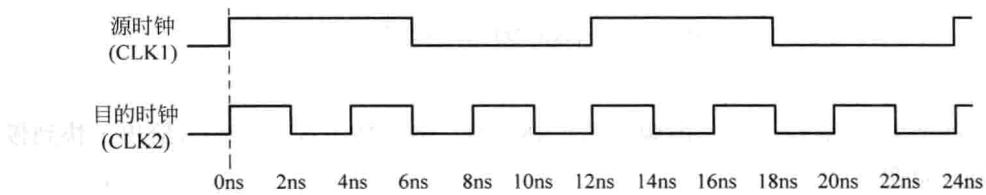

图 8.58 从慢到快时钟多周期
- (1) CLK2 的频率是 CLK1 的三倍;
- (2) 在接收寄存器上的一个时钟使能信号,允许在时钟之间设置多周期约束。如图 8.58 所示,给出了在慢到快时钟的多周期。